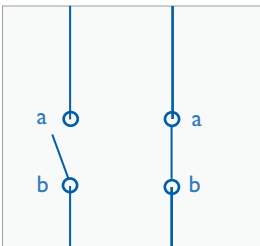

Figura 1. Interruptor unipolar
- Dos bornas: "a" y "b" (ver figura 1).